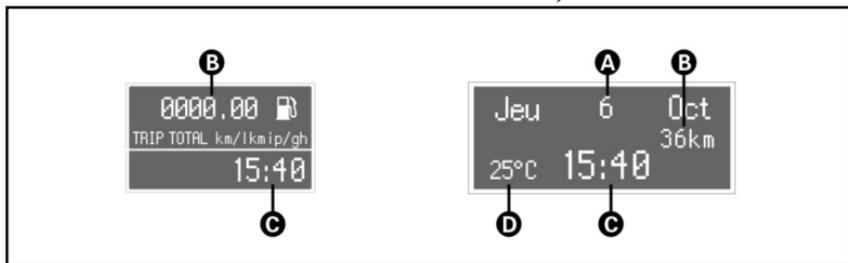

fig. 42
- Cuentakilómetros total/parcial (B-fig. 42).
- Reloj (C-fig. 42).
- Temperatura exterior (D-fig. 42).
- Fecha (A-fig. 42)